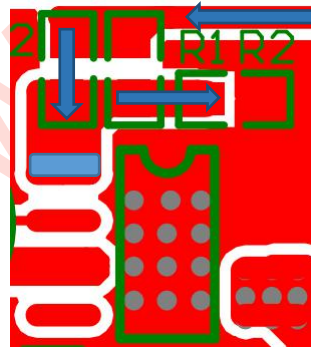

图 2
- 4.FB 管脚外置电阻应尽量靠近芯片，且布线足够宽。如图 2 中 (R_{UP}&C_{UP}) //R_{DOWN}。